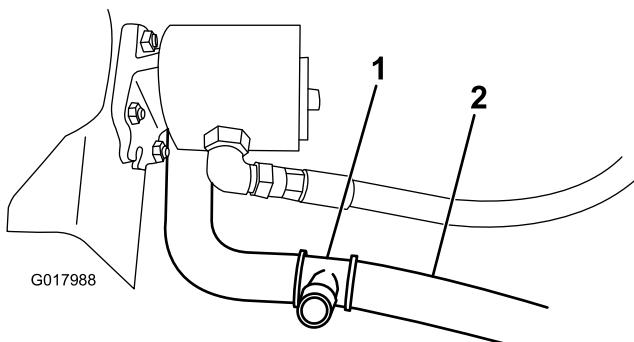

Figura 11
2. Corte la manguera inferior del radiador a 9 cm aproximadamente de la línea central del codo de 90 grados (Figura 11).
3. Conecte el acoplamiento en T a los extremos recién cortados de la manguera inferior del radiador con las 2 abrazaderas anchas (Figura 11).